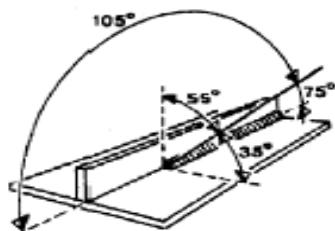

Fig. 9
8. Una vez que el arco se enciende , inclinar el alambre de electrodo hacia adelante en un ángulo de aproximadamente 35 ° (fig. 9).